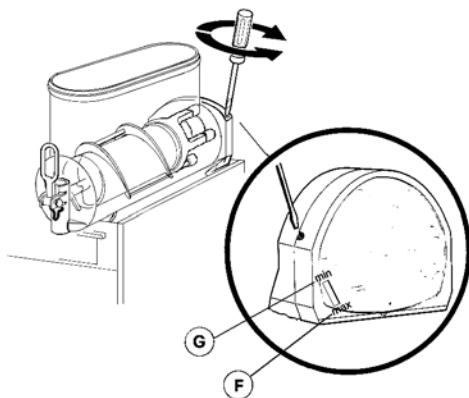

Bild 4
- 1 Einstellung der Konsistenz:** Die optimale Konsistenz der Granita wurde werkseitig eingestellt. Soll diese Konsistenz geändert werden, mit einem Schraubenzieher die dafür an jeder der Rückwände des Dispensers vorgesehene Stellschraube wie folgt drehen (Bild 4):